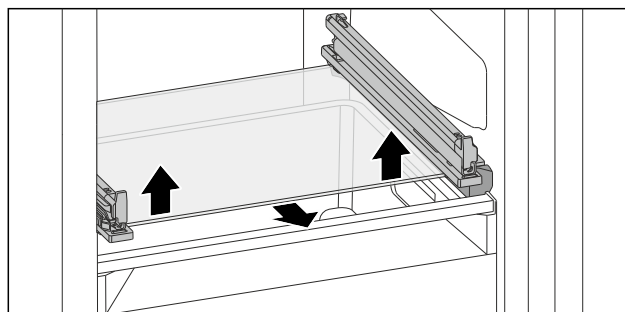

Fig. 177 Den nedklappelige skuffes glasplade
- ▶ Tryk glaspladen op nedefra i begge sider. (se Fig. 177)